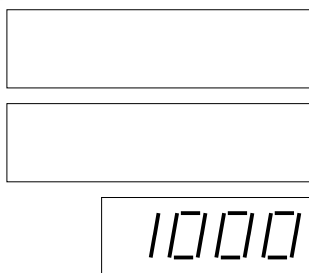

Рис. 19 Отображение номера клавиатуры
4. Нажмите клавишу „S“. После тестирования дисплея на главных дисплеях в строке цены за единицу отобразится „10XX“, где XX – это номер сервисной клавиатуры, с помощью которой была произведена предшествующая установка отклонений электронной калибровки. В том случае, если калибровка в счетчике проводится впервые, XX равняется 00 см. рис. 19.